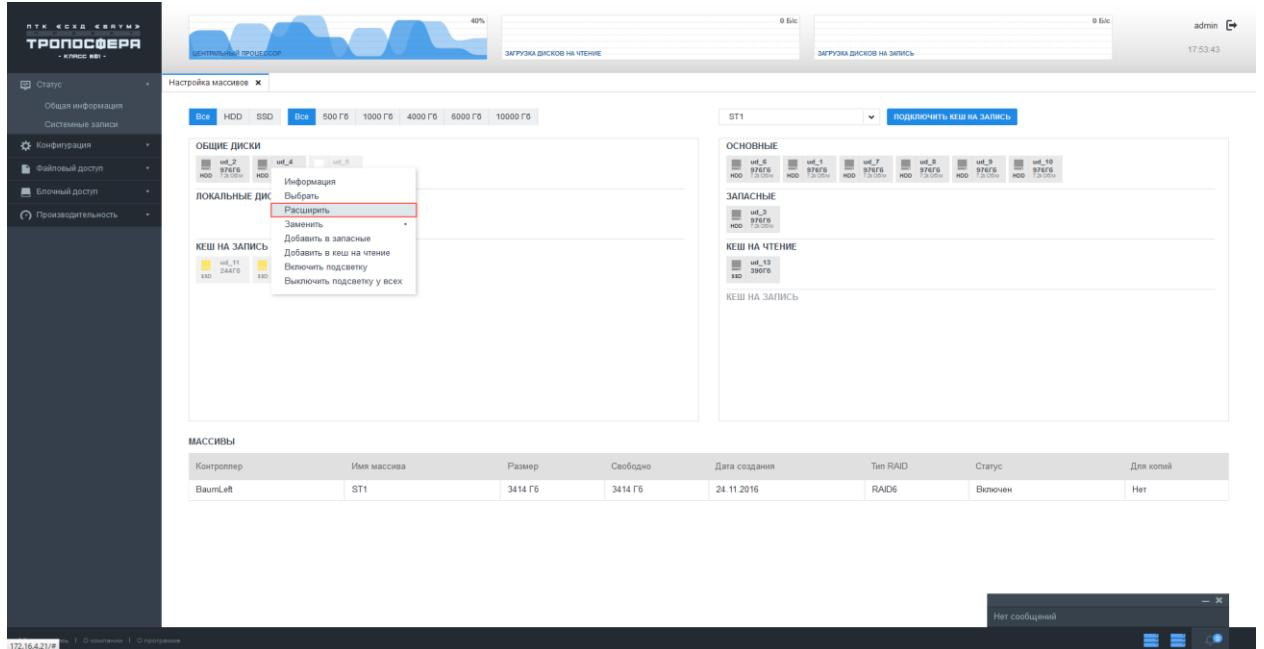

Рисунок 38 – Добавление дисков в массив
- 3) Из области «Общие диски» перетащить диски в область «Основные». Также можно во всплывающем по щелчку правой кнопкой мыши меню выбрать пункт «Расширить» (см. Рисунок 38).